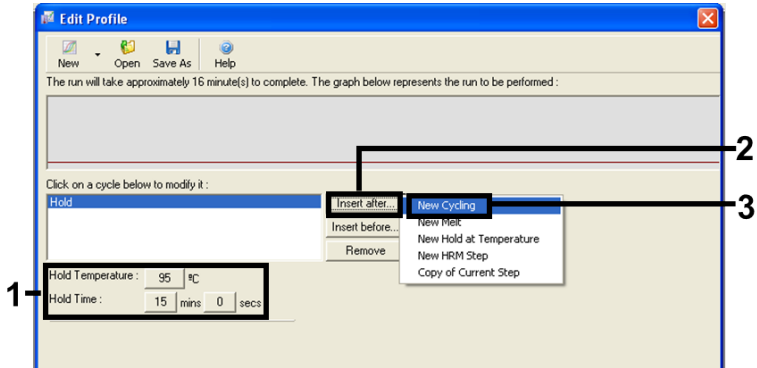

Figura 5. Paso de incubación inicial a 95 °C.
7. Establezca el valor en el campo Hold Temperature (Mantener temperatura) en 95 °C y el valor en el campo Hold Time (Tiempo de retención) en 15 mins 0 secs (15 min 0 s). Haga clic en Insert After (Insertar después) y seleccione New Cycling (Ciclos nuevos) (Figura 5).